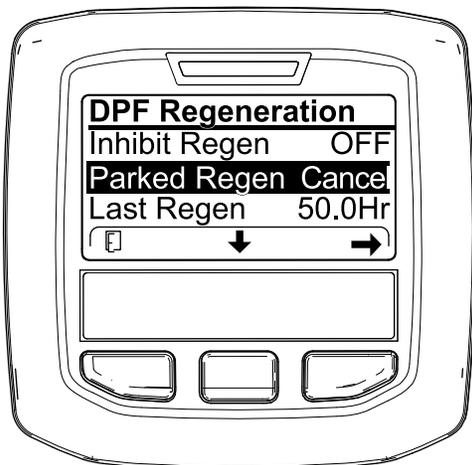

Figura 82
1. Vaya al menú de Regeneración del DPF (Figura 82).
2. Pulse el botón central para desplazarse hacia abajo a CANCELAR REGENERACIÓN ESTACIONARIA (Figura 82) o CANCELAR REGENERACIÓN DE RECUPERACIÓN (Figura 83).
3. Pulse el botón derecho para seleccionar la opción Cancelar (Figura 82 o Figura 83).